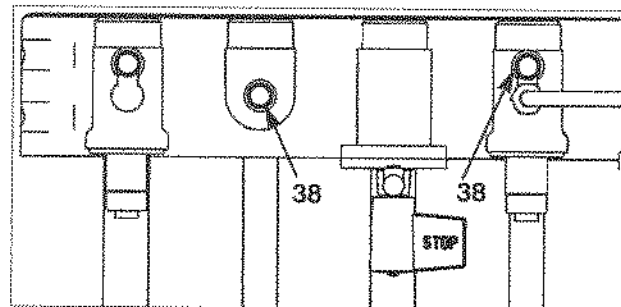

Fig. 25
- dévissez les 2 vis "38" (fig. 25) de vidange du circuit sanitaire.